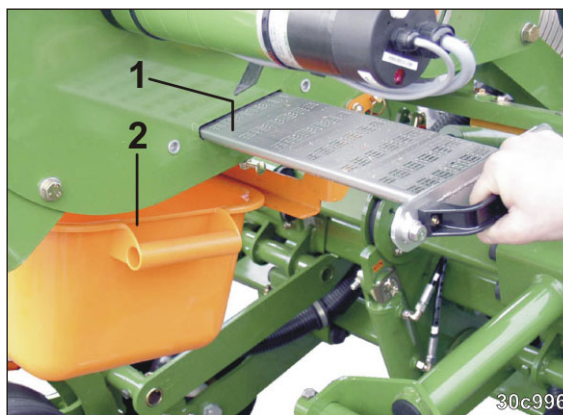

Fig. 260
6. Tirez lentement le clapet (Fig. 260/1) hors du carter.
lonnage (Fig. 260/2).